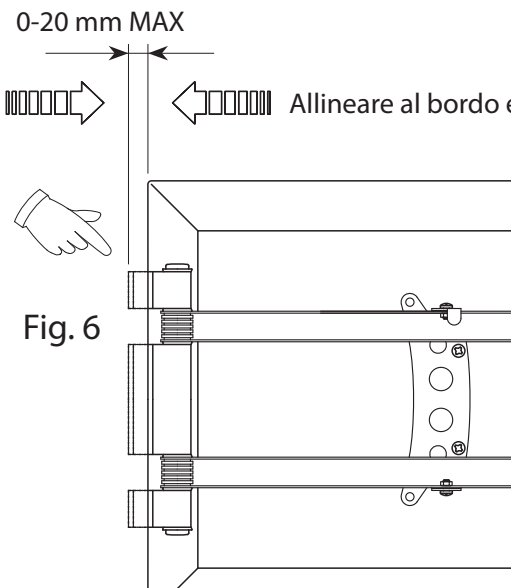
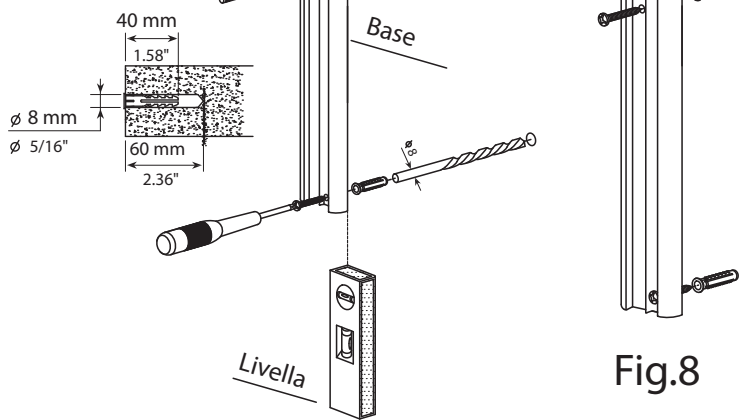

Fig.7
Fig.8
**Nel caso di pareti in calcestruzzo o mattoni pieni posizionare la base come indicato in Fig. 7 (foro singolo in basso) e procedere effettuando un foro preliminare di 5 mm in corrispondenza del foro singolo in basso allargarlo, quindi, ad 8 mm con profondità 60 mm.**
**Fissare la base in posizione verticale con il relativo tassello. Segnare con una matita gli altri tre fori, quindi forare con una punta di diametro 5 mm e, in seguito, allargare a 8 mm con profondità 60 mm. Inserire i rimanenti tre tasselli e fissare la base (Fig. 8) utilizzando un giravite.**
**Commence the installation by preparing the lower hole first (Fig.7) (single hole on the bottom). Make a preliminary hole of 5 mm diameter then enlarge this to a depth of 60 mm. Once the initial hole has been prepared, fix the base in a vertical position with the rawl plugs and screws provided. Then, with a pencil, mark the location for the other three holes that should be prepared in the same way : make a preliminary hole of 5mm diameter then enlarge it to 8mm to a depth of 60mm). Insert now the remaining rawl plugs and screws and fix the base (Fig. 8) using a screwdriver.**
**Bei Beton- oder Vollziegelwänden ist es ratsam mit dem unteren Loch zu beginnen (Abb.7) (legen Sie mit einzelnen Loch nach unten). Zunächst ein Loch von 5 mm Durchmesser bohren und darauf dieses bis zu 8 mm Durchmesser und 60 mm Tiefe vergrößern. Die Wandhalterung senkrecht mit der Dübelschraube befestigen. Mit einem Bleistift die weiteren drei Löcher markieren und drei Löcher mit einem Durchmesser von 5 mm bohren, dann diese bis zu 8 mm Durchmesser und 60 mm Tiefe vergrößern. Die drei letzten Dübel einsetzen und die Wandhalterung festschrauben (Abb. 8) mit einem Schraubenzieher.**
**Si le mur est en béton ou en briques pleines, il est conseillé de commencer par le trou en bas (Fig. 7) (trou individuel en bas). Faites un trou préalable de 5 mm que vous élargirez ensuite à 8 mm sur une profondeur de 60 mm. Fixez la base en position verticale avec une des vis tamponnées. Marquez l’emplacement des trois autres trous avec un crayon. Percez-les avec une pointe de 5 mm de diamètre et élargissez-les ensuite à 8 mm sur une profondeur de 60 mm. Introduisez les trois autres vis tamponnées et fixez le support (Fig. 8) en utilisant un tournevis.**
**En caso de paredes de cemento o de ladrillo compacto, se aconseja comenzar con el agujero de abajo (Fig.7) (agujero individual abajo), efectuando un agujero inicial de 5mm; ampliar luego el agujero a 8mm, con una profundidad de 60mm. Fijar la base en posición vertical con el taco correspondiente. Marcar con un lápiz los otros 3 agujeros, luego perforar con una broca de 5mm de diámetro y, a continuación, ampliar a 8 mm, con 60 mm de profundidad. Introducir los otros tres tacos y fijar la base (Fig.8) con un destornillador.**